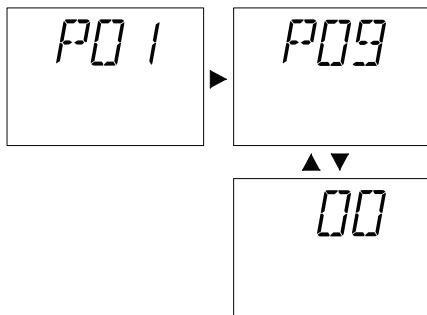

Рисунок 9.11
- Нажмите кнопку сброса 5 (Рисунок 9.8) и пролистайте параметры, пока не дойдете до параметра, предназначенного для настройки функции «трубочист». На ЖКК-дисплее последовательно отобразятся следующие символы (параметр P09 будет загораться поочередно с 00) (см. Рисунок 9.11).